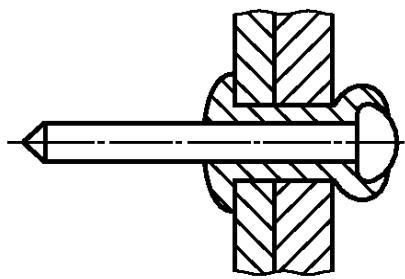

Рисунок 7 — Неразрывающийся вытяжной сердечник
2.2.1.4 неразрывающийся вытяжной сердечник (non-break pull mandrel): После установки заклепки сердечник не разрушается (рисунок 7).